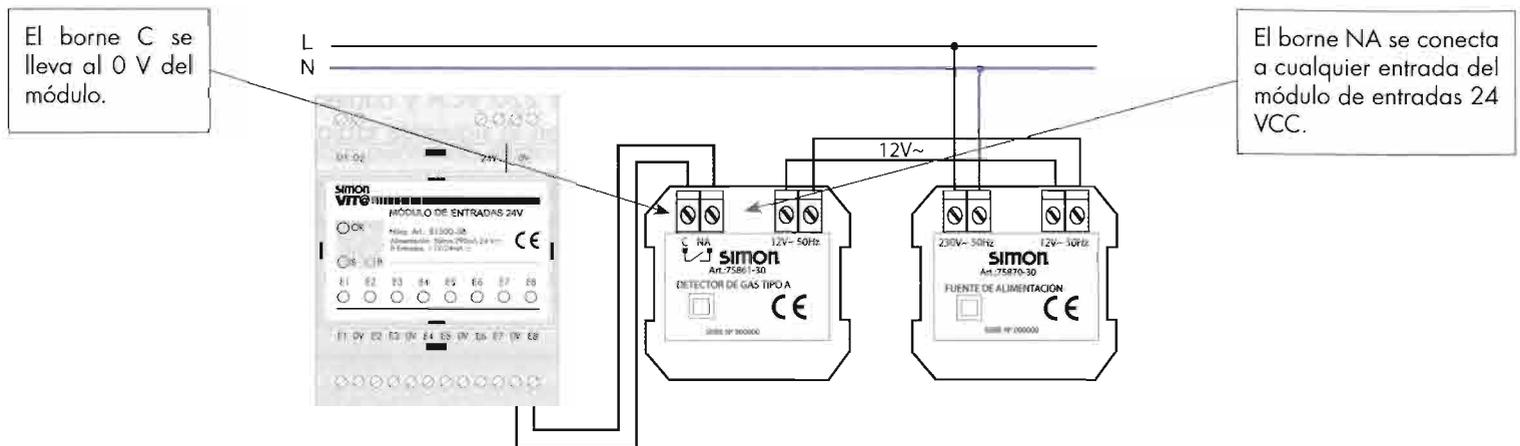

Fig. 9.18. Conexión del detector de gas.
- Cada detector necesita una fuente de alimentación (Fig. 9.18). La alimentación de 12 VCC se debe conectar a los bornes correspondientes del detector.